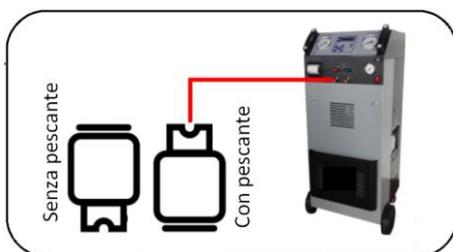

Figura 6
- Collegare la bombola esterna del gas alla stazione mediante l'attacco di alta pressione (**ROSSO**), tenendo conto della presenza o meno del pescante per stabilire l'orientamento della bombola stessa (come da Figura 6).